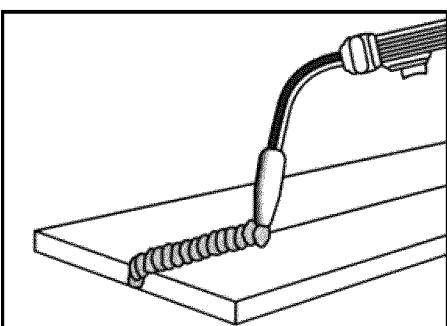

Fig. 13a
- POSICIÓN PLANA: es la más cómoda de las posiciones para soldar y es la que se utiliza con más frecuencia. De ser posible, lo mejor es que suelde en posición plana, porque es más fácil obtener buenos resultados. (Fig. 13a)